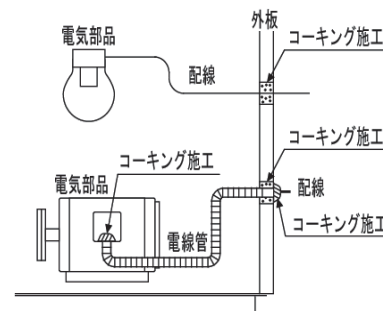

図 8-1 外板貫通部の配線要領
- ・ モータ・マリンランプ等の内蔵電気部品の配線終了後、配線や電線管の外板貫通部より機内へ空気の流通がないように、コーキング施工してください。(図 8-1 参照)